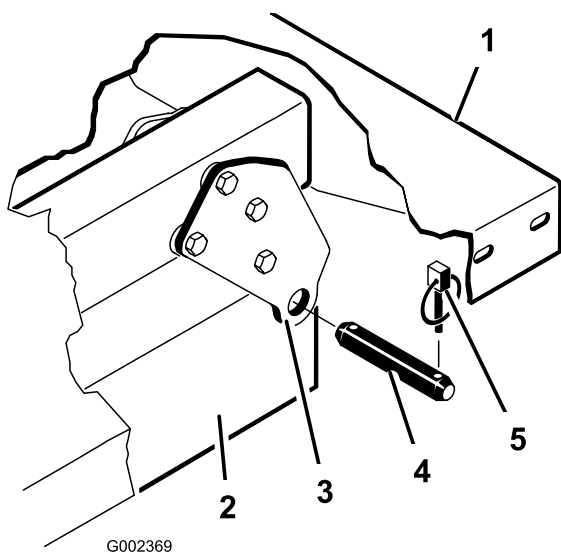

Рисунок 36
3. Удалите штифты с отверстием под шплинт, которые крепят концы штоков гидроцилиндров к монтажным плитам кузова, протолкнув штифты внутрь (Рисунок 36).
4. Выньте шплинты и штифты с отверстием под шплинт, которые крепят шарнирные кронштейны к швеллерам рамы (Рисунок 36).
Примечание: Убедитесь, что задние шарнирные плиты прикреплены болтами к раме/швеллеру кузова таким образом, что нижний конец расположен под углом к задней части (Рисунок 36).
2. Аккуратно установите кузов на раму автомобиля, совместив отверстия в задней шарнирной плите кузова с отверстиями в заднем швеллере рамы, и установите 2 штифта с отверстиями под шплинт и шплинты (Рисунок 36).
3. На опущенном кузове закрепите конец каждого штока гидроцилиндра в соответствующих пазах в монтажных плитах кузова с помощью штифта с отверстиями под шплинт и шплинта. Вставьте штифт с отверстиями под шплинт с наружной стороны кузова, при этом шплинт должен находиться снаружи (Рисунок 36). Задние пазы служат для монтажа полноразмерного кузова, а передние пазы - для монтажа кузова размером 2/3.